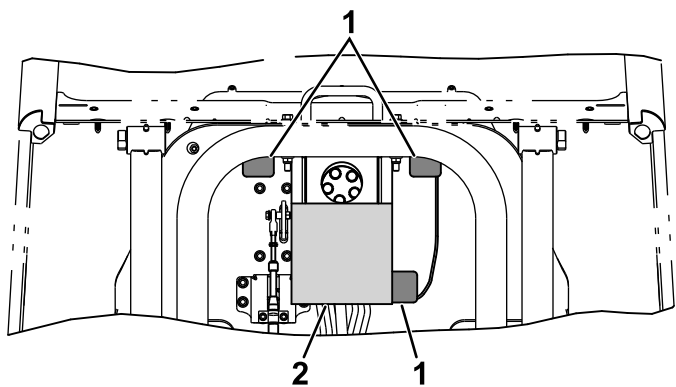

Figure 6
6. Retirez la pellicule protectrice et collez le tampon isolant du mécanisme de direction (Figure 6).
7. Retirez la pellicule protectrice et placez les 3 plaques isolantes à languette sur les trous du plancher. (Figure 6).